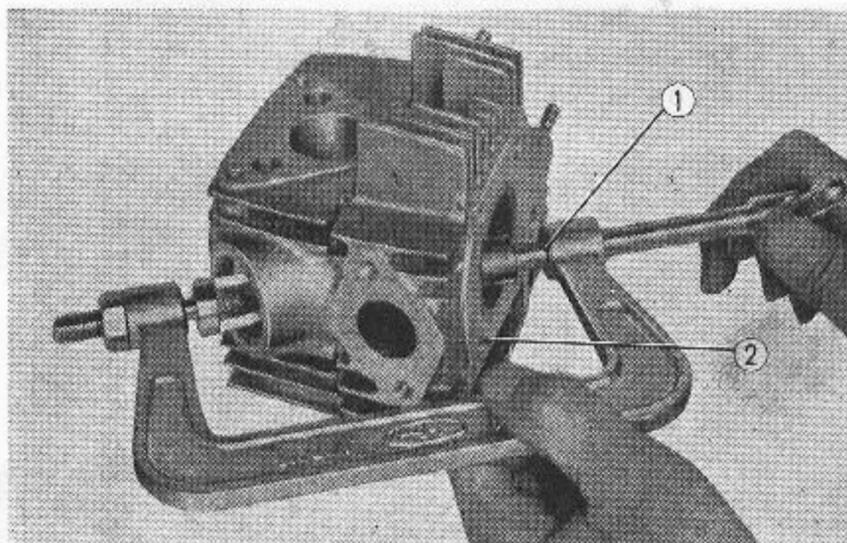

Abb. 3.21 Ventile ausbauen
(7) Auseinanderbau des Zylinderkopfes: Beide Ventile ausbauen, indem die Ventildfederteller durch die Ventildeckelöffnung heruntergedrückt und die Ventilklemmstücke entfernt werden. Die Ventile durch die Verbrennungskammer herausziehen. (Abb. 3.21)